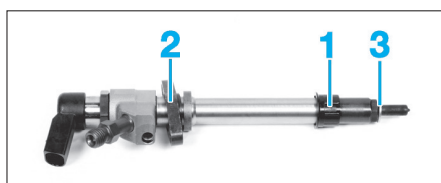

Fig. 36
- Enfoncer le joint neuf (1) directement sur la culasse (Fig.36).
- Serrer les brides (2) au couple prescrit en équilibrant le serrage de chaque côté de manière à garder la bride droite.
- Veiller à la présence du joint neuf (3) sur les injecteurs avant le remontage.